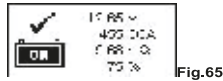

Fig.65
2. Presionar  tecla permitirán a los resultados de las pruebas que se muestran como ejemplo mostrados (Fig.65).